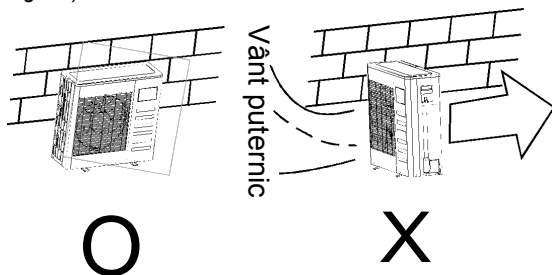

Fig.6-1
- în cazul în care locul de instalare este expus la vânt puternic cum ar fi la mare, asigurați-vă că ventilatorul funcționează corespunzător instalând aparatul de-a lungul peretelui sau folosind un dispozitiv anti-praf. (Consultați Fig.6-1)